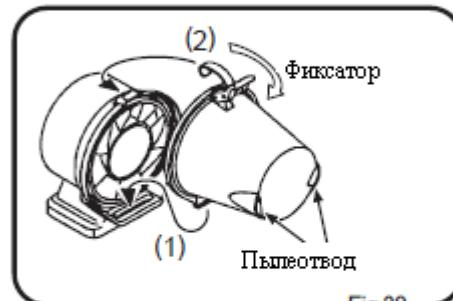

Fig.20
- Поставьте пылеуловитель на место и закройте фиксатор (рис. 20).